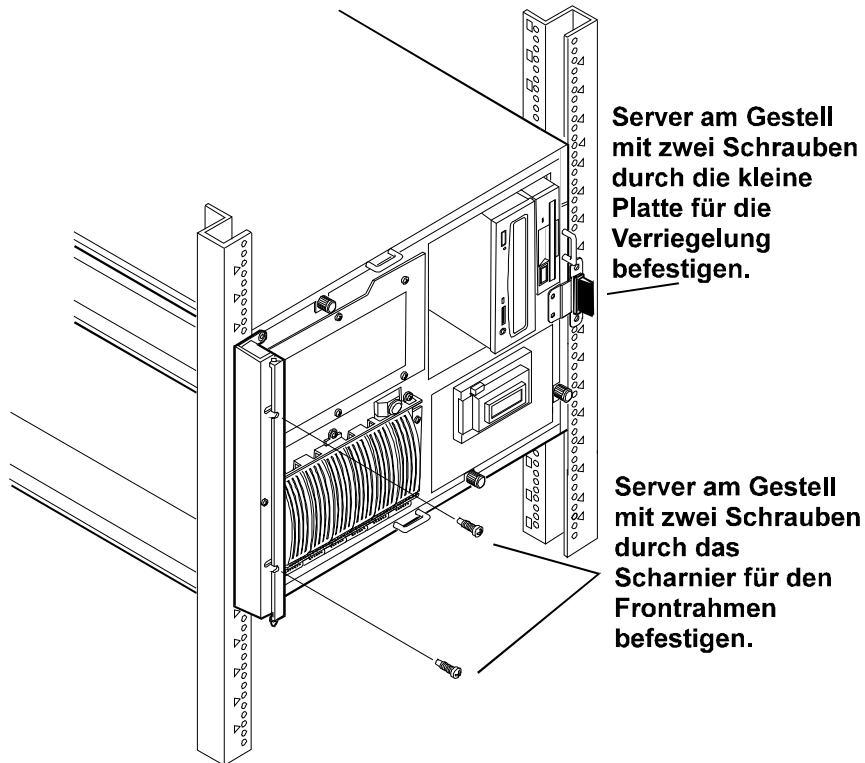

Abbildung 8-17. Anbringen der Frontrahmenbefestigung
12. Schieben Sie den Server in das Gestell, und montieren Sie das Scharnier für den Frontrahmen an den beiden (bereits installierten) Gestellmuttern an der linken Säule (siehe Abbildung 8-11). Verwenden Sie hierfür zwei Schrauben. Befestigen Sie die kleine Platte für die Verriegelung an der rechten Seite des Servers an den beiden bereits installierten Gestellmuttern an der rechten Säule (siehe Abbildung 8-17).